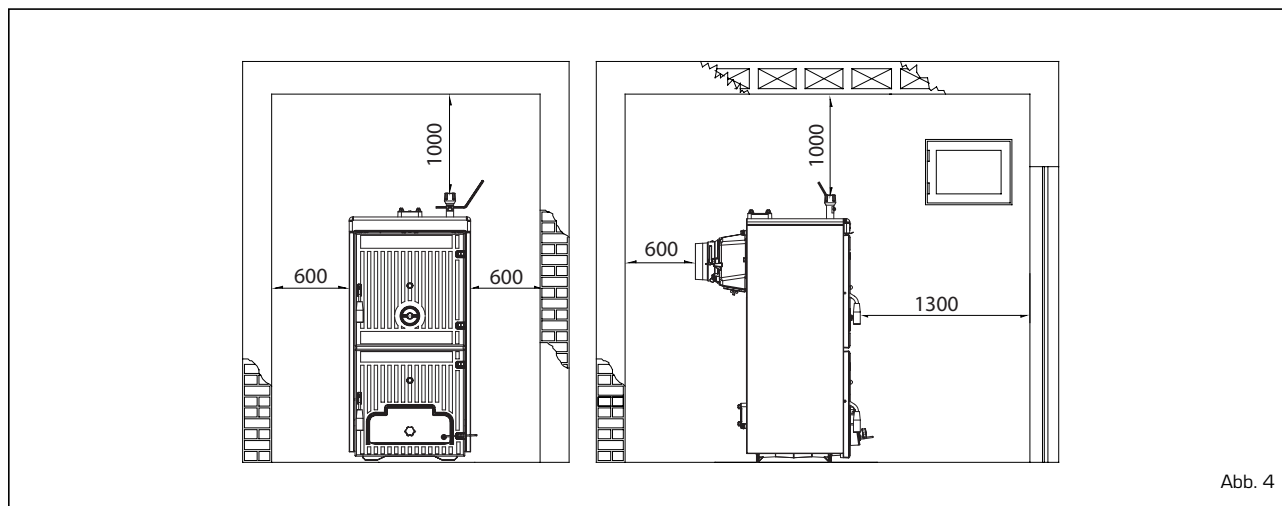

Abb. 4
4.1.1 Positionierung in Heizanlage (Abb. 4)